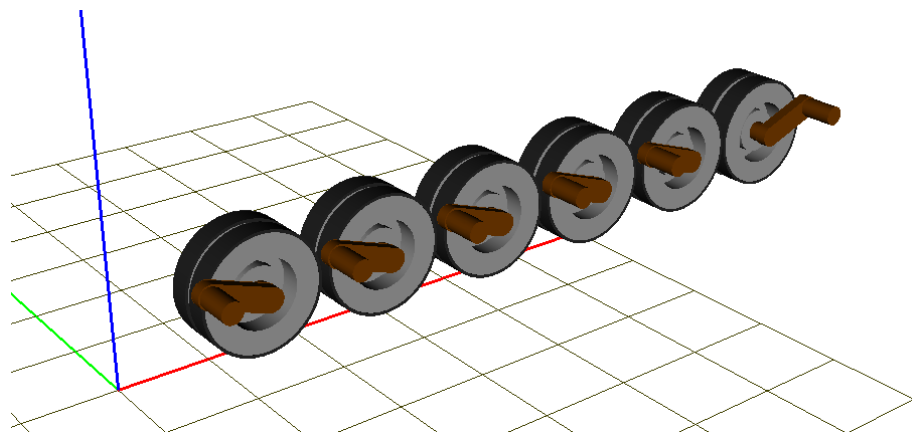

图 1.9
5. 最终各个平衡肘的方位如图 1.9 所示，五个向后，一个向前。